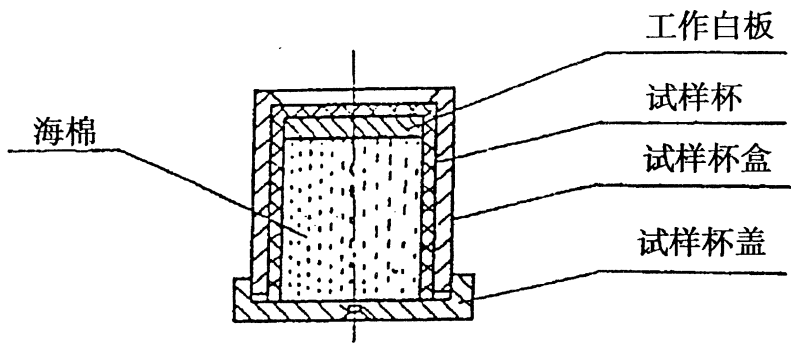

图10 试样杯样品盒
14. 若要使用玻璃杯试样盒,参照图10 ,按下列步骤操作: